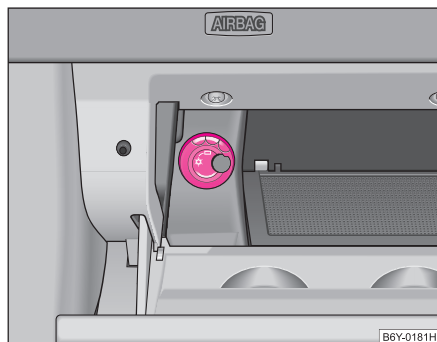

Abb. 76 Ablagefach: Bedienung der Kühlung
- Mit dem Drehschalter ⇒ Abb. 76 schalten Sie die Kühlung ein bzw. aus.